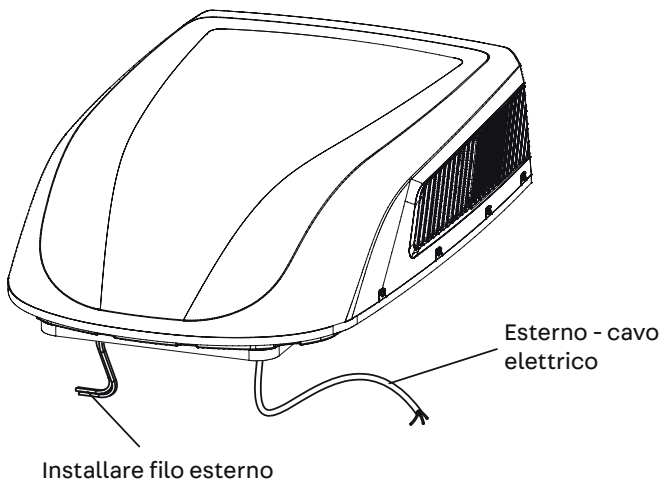

Figura 6
1. Come illustrato nella Figura 6, l'unità esterna ha due fili in uscita, cioè il cavo di alimentazione (230 V) e il cavo del segnale di controllo. Il primo dovrebbe essere collegato direttamente al terminale di alimentazione e il secondo al filo del segnale di controllo dell'unità interna.